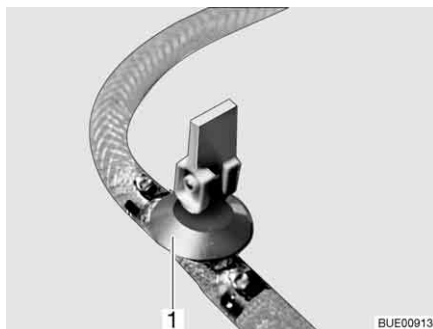
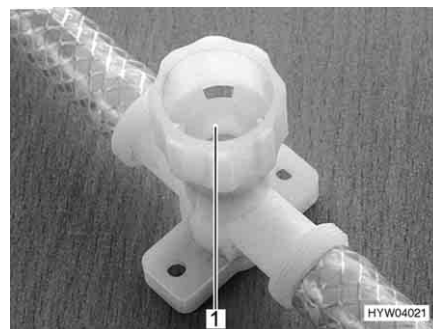

Bild 156 Avtappningskran (med vipparm)
Bild 157 Avtappningskran (med vred)
- Stäng alla avtappningskranar. Ställ för detta avtappningskranens vipparm (Bild 156,1) vågrätt eller vrid avtappningskranens kran (Bild 157,1) medurs.